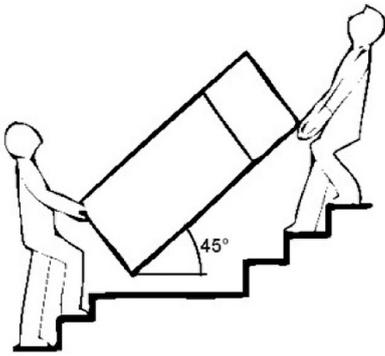

Abb. 1
1.2 Transport und Handhabung (Abb. 1)